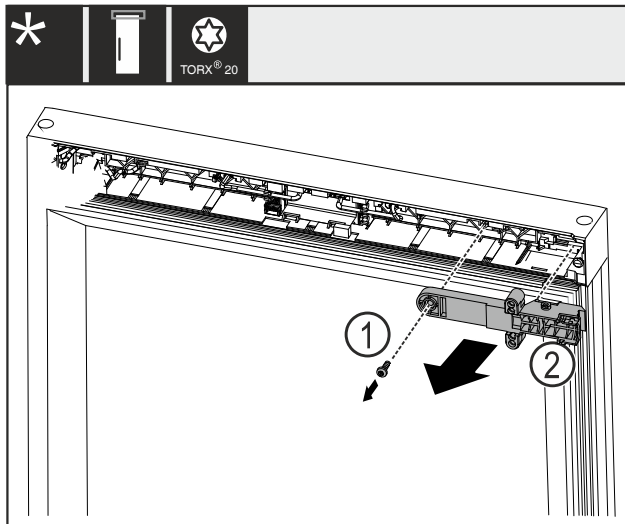

Fig. 21
- Schroef Fig. 21 (1) verwijderen.
- Slothouder Fig. 21 (2) wegnemen.